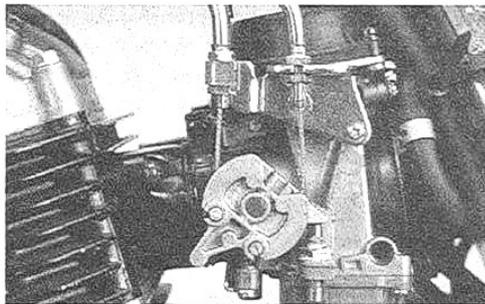

Bild 18
- Bei neuerer Ausführung mit Schliesserzug (Bild 18) zuerst Schliesserzug einstellen. Einstellung des Betätigungsspiels am unteren Einsteller (am Vergaser) vornehmen.